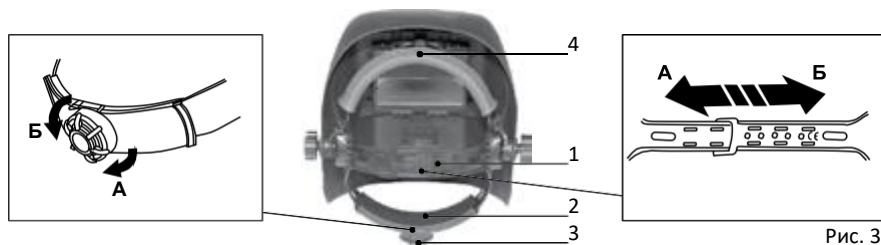

Рис. 3
Наголів'я відрегулюйте так, щоб каска була максимально глибокою і щільною (див. рис. 3), а кут і відстань між обличчям і внутрішньою частиною шолома забезпечували комфортну роботу зварювальника.
Якщо пов'язка дуже низька або дуже висока, відрегулюйте її глибину, вкоротивши або подовживши тім'яну дугу (1) (див. рис. 3):